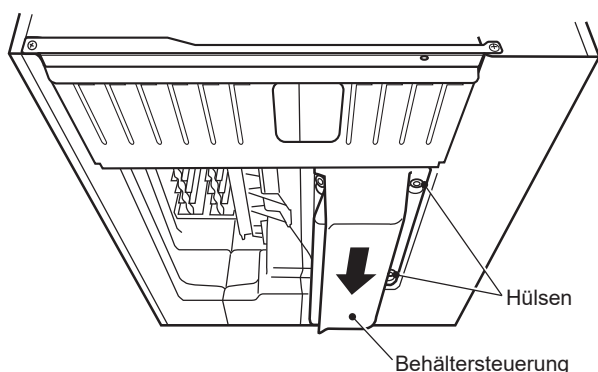

Abb. 6
- 7) Das Kabel der Behältersteuerung nach oben ziehen und die Behältersteuerung rechts an der Innenwand einhaken. Dann die Behältersteuerung nach oben gegen den Boden des Gerätes drücken und nach hinten schieben, bis sie hörbar einrastet. Darauf achten, dass die Schlitze rechts an der Behältersteuerung richtig auf den Hülsen unten am Gerät sitzen. Siehe Abb. 6.